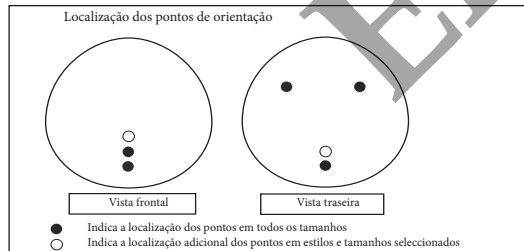

FIGURA 1
- Os implantes mamários com enchimento em gel e de lúmen único *Natrelle®*, de formato anatómico, incluem pontos de orientação para auxiliar no posicionamento correcto do implante durante a cirurgia (ver Figura 1).